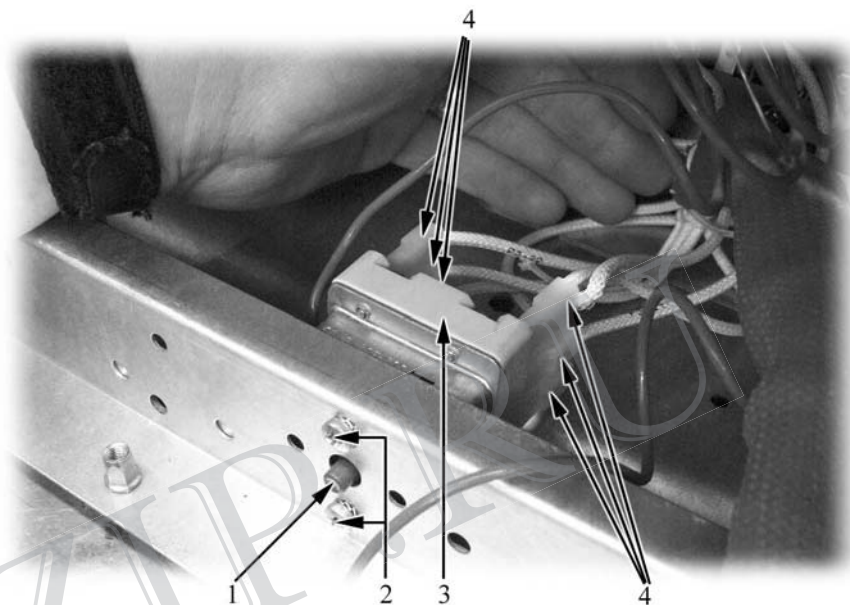

Fig.9
- togliere le connessioni elettriche (pos. 4 in Fig.9) dal termostato di sicurezza;
- svitare le viti di fissaggio del termostato di sicurezza (pos. 2 in Fig.9);
- togliere il termostato di sicurezza (pos. 3 in Fig.9);
- premere il pulsante (pos. 1 in Fig.9) fino a sentire uno scatto metallico;